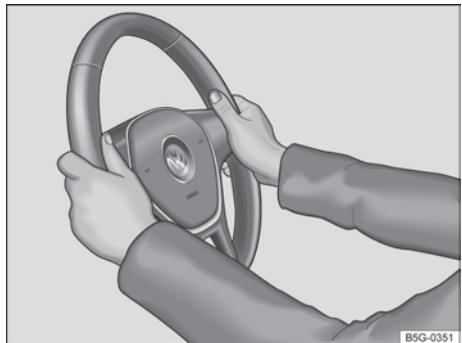

Fig. 55 No volante: posição das nove e três horas.
- Ajustar o volante de modo que possa ser mantido nas posições das nove e três horas com as duas mãos e os braços levemente dobrados → Fig. 55.
- Durante a condução, segurar sempre o volante com ambas as mãos lateralmente na borda externa (na posição das nove e três horas → Fig. 55) para reduzir ferimentos causados por um possível acionamento do airbag frontal do condutor.